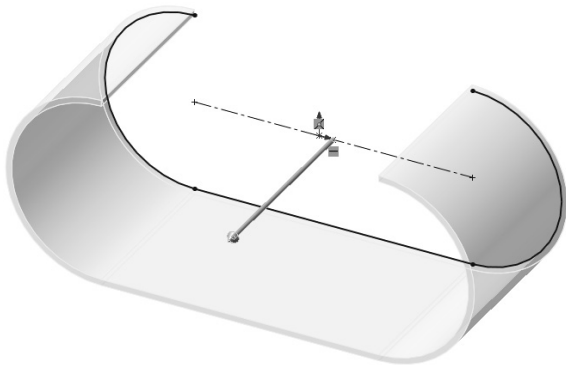

图 10-7 拉伸基体法兰草图
2) 绘制草图。在左侧的 FeatureMannger 设计树中选择”前视基准面”作为绘图基准面，绘制草图，然后单击（退出草图）按钮，结果如图 10-7 所示。
在生成基体-法兰特征时,同时生成钣金特征,如图 10-7 所示。通过对钣金特征的编辑,可以设置钣金零件的参数。